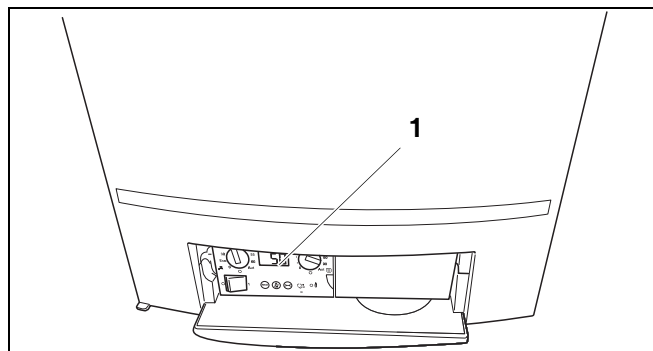

Fig. 54 BC10
Basiscontroller BC10 befinder sig bag klappen på venstre side (fig. 54, pos. 1).